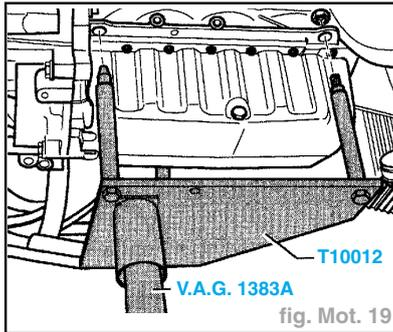

fig. Mot. 19
- Installer le support T10012 de moteur dans le dispositif de levage du moteur/ de la boîte de vitesses (par exemple V.A.G. 1383A) (fig. Mot. 19).